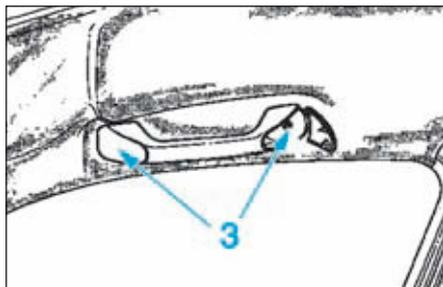

FIG.39
- Déposer les vis de fixation (3) (Fig.39) des poignées latérales et centrales.